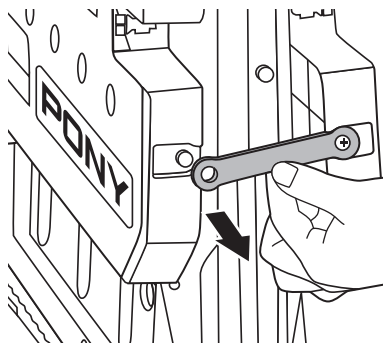

Imagen 2
3. Desbloquee las correas de seguridad de ambos lados. (Imagen 2)